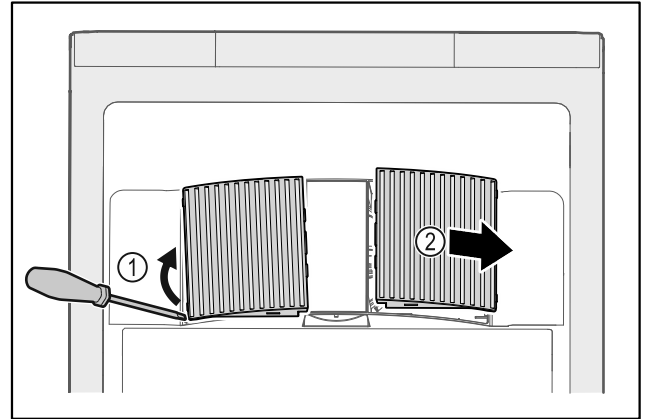

Fig. 58
- ▶ Väännä tuulettimen suojuksen varovasti sivulta pois paikaltaan Fig. 58 (1) ja poista suojuksen etukautta Fig. 58 (2).